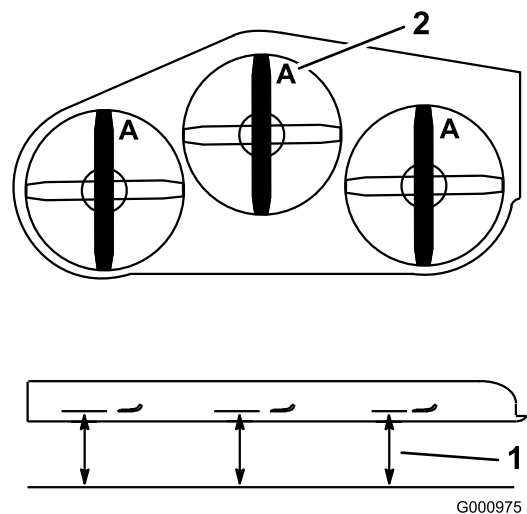

Bild 67
2. Messen Sie von einer ebenen Fläche bis zu den Schneidkante (Position A) der Messer (Bild 67).